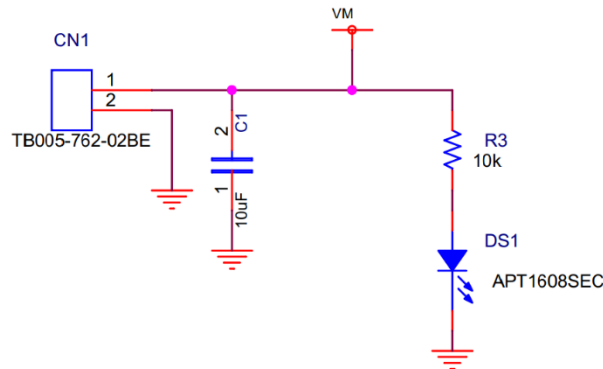

図 4.1 VM 電源入力回路
モーター電源 (VM) は、この回路の主電源でモーター電源入力コネクタ CN1 から入力されます。この電源は、MCD と MOSFET で構成されるインバータ回路に直接送られます。図 4.1 に VM 電源入力回路を示します。VM 電源が使用可能になると、VM LED (DS1、オレンジ) が点灯します。VM 入力電圧範囲は 11~27 V です。